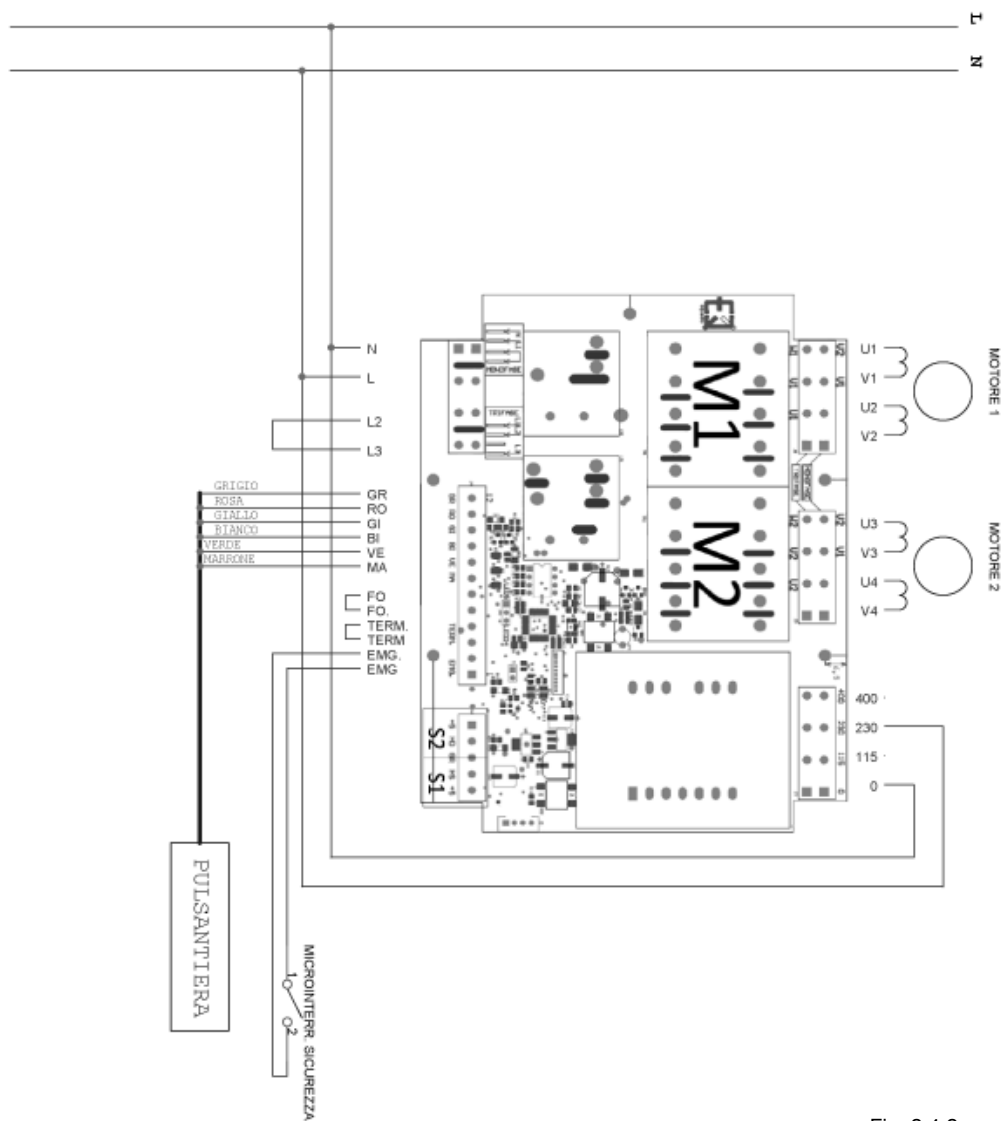

Fig. 2.4.2
2.4.2 - Diagrama eléctrico monofasico a 230V (Fig. 2.4.2)